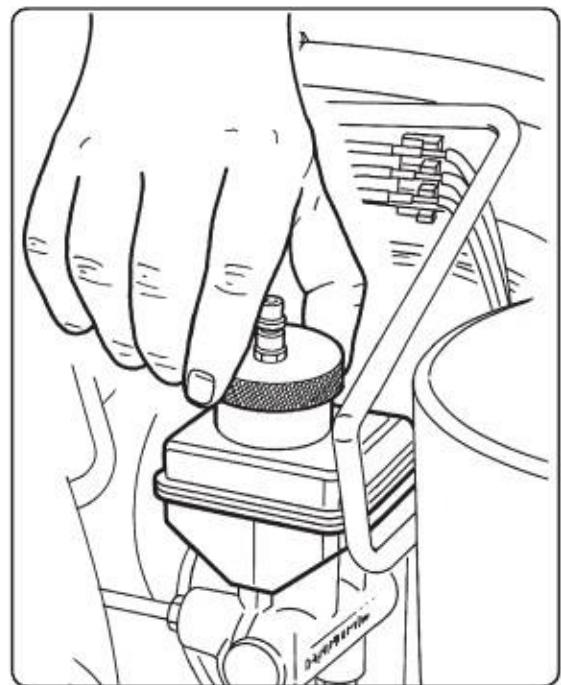

Fig. 4
**3.2.1.** Enlever le bouchon du réservoir du liquide de frein du véhicule. Si le niveau du liquide n'est pas au maximum, en rajouter. Monter l'adaptateur universel sur le réservoir du liquide de frein, le serrer et garantir une bonne étanchéité. (Fig. 4). (Fig. 4).